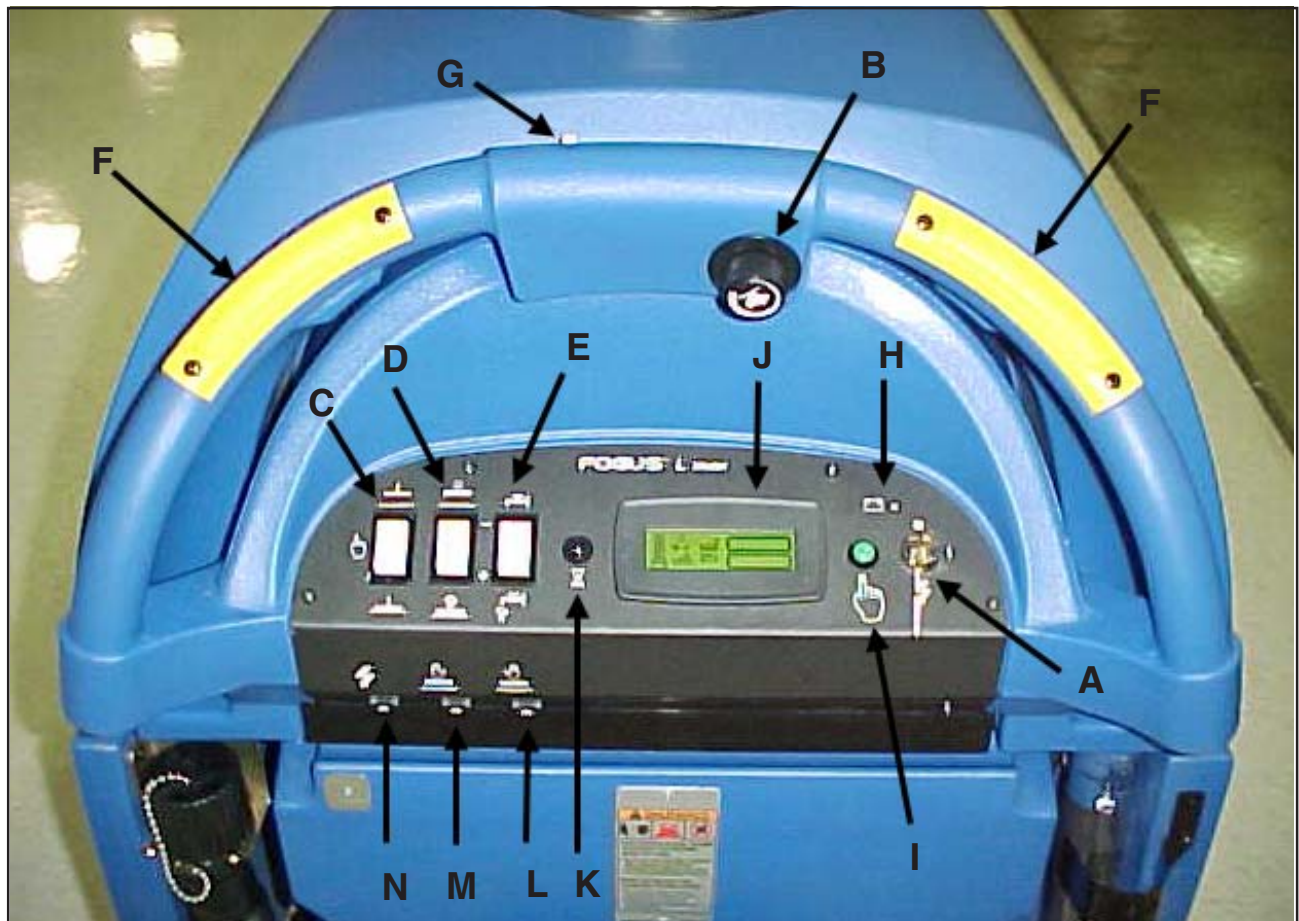

Figura 2
### **Interruptor de llave** (consulte la figura 2, elemento "A")
### **Velocidad de desplazamiento** (consulte la figura 2, elemento "B")
### **Interruptor de escobilla de goma Arriba/Abajo** (consulte la figura 2, elemento "C")
### **Interruptor de cepillo Arriba/Abajo** (consulte la figura 2, elemento "D")
### **Perilla de control de solución** (consulte la figura 2, elemento "E")
### **Interruptor de movimiento hacia adelante** (consulte la figura 2, elemento "F")
### **Interruptor de movimiento en reversa** (consulte la figura 2, elemento "G")
### **Luz indicadora del cargador** (consulte la figura 2, elemento "H")
### **Pulsación única** (consulte la figura 2, elemento "I")
### **Pantalla de cristal líquido** (consulte la figura 2, elemento "J")
### **Botón de visualización** (consulte la figura 2, elemento "K")
**Disyuntores** (consulte la figura 2, elementos “L”, “M” y “N”)